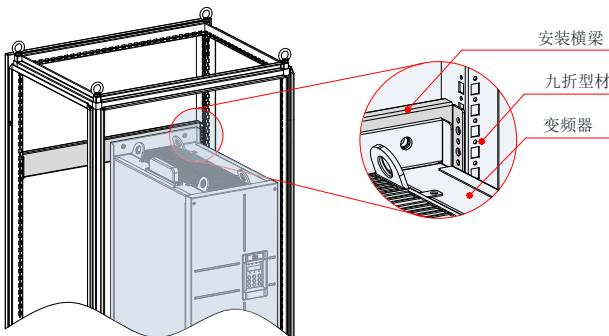

图 3-16 CP300T200G(-L)~CP300T280G(-L) 机柜 3D 示意图
- 2、CP300T200G(-L)~CP300T280G(-L) 装入九折型材 600mm 深机柜时，安装横梁必须向内弯折（如图 3-16 所示），借用立柱的空间（在装 800mm 深或以上标准机柜时，无此限制）。